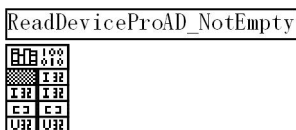

图 24 最终形成的驱动器图标
7.单击 OK 按钮，即可在 Diagram 窗口形成驱动器图标，如图 24。